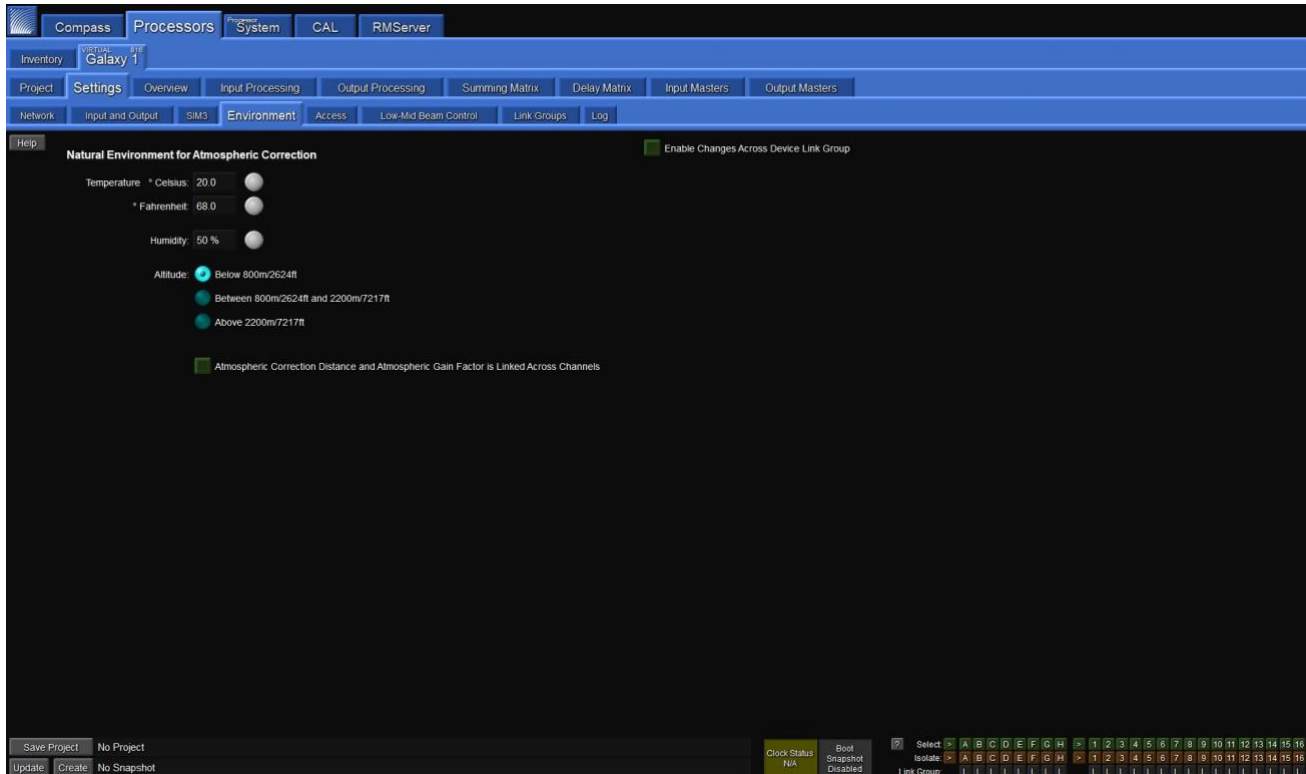

図 41: Environment Tab Settings
2. [Settings] > [Environment] タブを選択します（図 41）。